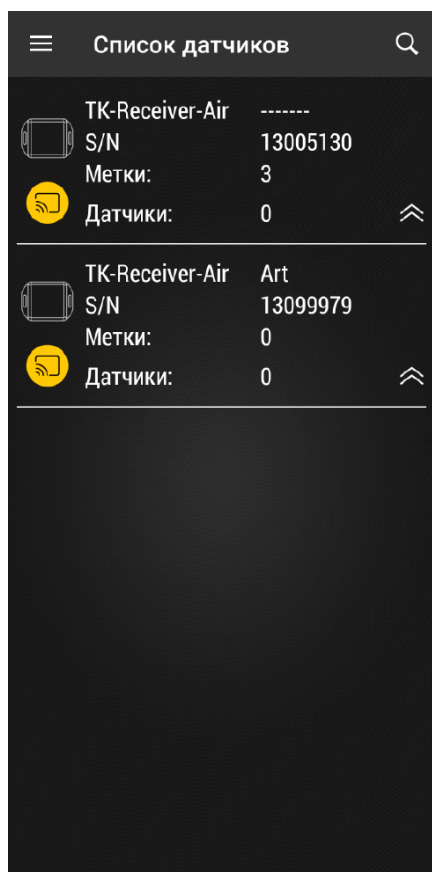

Рис.2. Найденные устройства
2. В списке устройств (**Рис.2**) выберите по серийному номеру нужный приемник и нажмите на его **строку** для подключения.